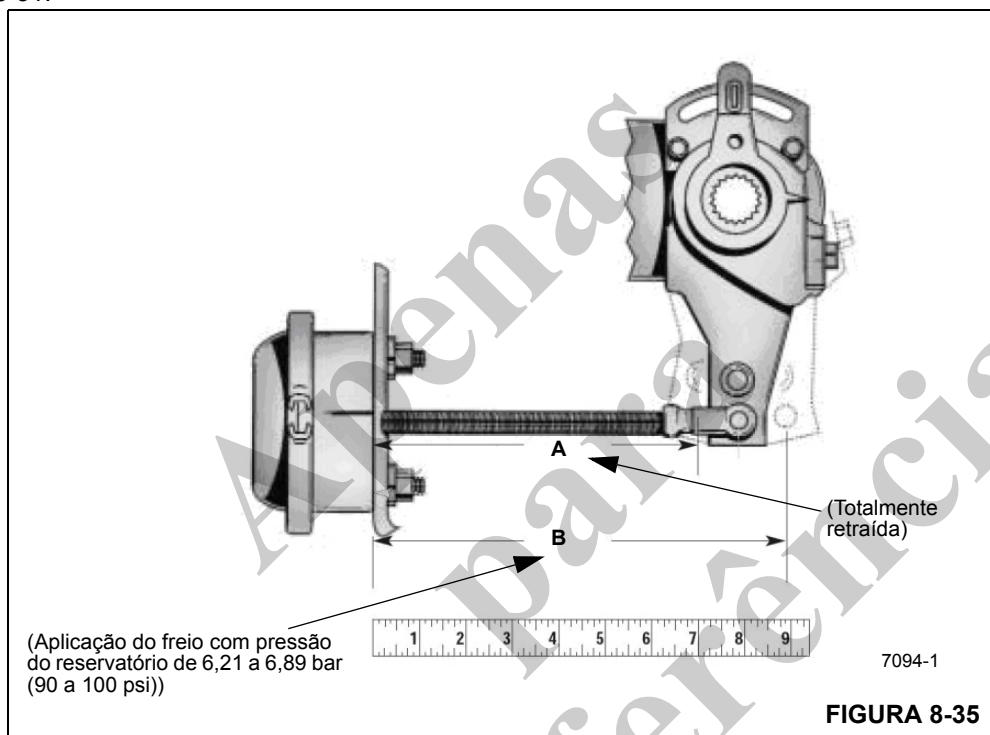

FIGURA 8-35
5. Com os freios de serviço liberados, meça a distância do pino de segurança do ajustador de folga até a face de montagem da câmara de cada freio. Consulte a Dimensão "A" (Figura 8-35).
6. Iniciando com uma pressão do tanque de ar dos sistemas primário e secundário de 6,21 a 6,89 bar (90 a 100 psi), aplique totalmente os freios de serviço e mantenha-os aplicados. Não bombeie os freios. Meça a distância entre os mesmos pontos como feito na etapa 5 em cada freio. Essa é a Dimensão "B" na (Figura 8-35).
7. Subtraia a Dimensão "A" da Dimensão "B" para cada posição do freio (Figura 8-35). Este valor não pode ser maior que 5 cm (2 pol.) nos freios dianteiros ou que 6,3 cm (2.5 pol.) nos freios traseiros.